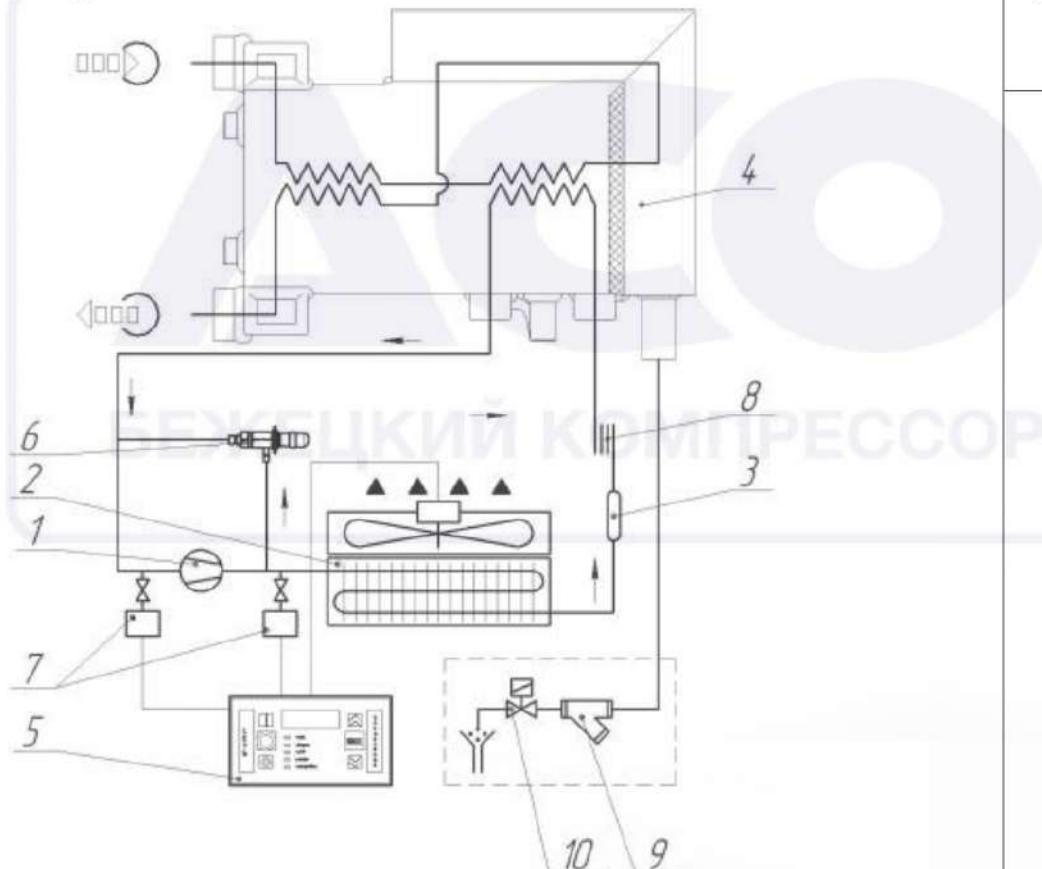

Рисунок 3 – Холодильный контур
4.1 Осушитель рис. 3 представляет собой конструкцию алюминиевого теплообменника, размещенного в блоке осушкиния 4. В первом контуре теплообменника из сжатого воздуха удаляется вода путем его охлаждения до температуры приблизительно +3°C и удаления образующегося при этом конденсата. С целью предотвращения образования конденсата на наружной поверхности трубопроводов системы циркуляции, обрабатываемый сжатый воздух перед выходом его из осушителя подвергается предварительному подогреву. Для этого он прогоняется через второй контур теплообменника.
4.1.1 Компрессор 1 (рис. 3) является активным элементом осушителя и обеспечивает циркуляцию хладагента по холодильному контуру за счет сжатия паров хладагента от давления кипения до давления конденсации.
4.1.3 Устройство слива конденсата предназначено для удаления конденсата образующегося при охлаждении сжатого воздуха в блоке осушки. Устройство состоит из электромагнитного клапана 10 (рис.3) и сантехнического фильтра 9 (рис 3). Сигнал на управление электромагнитным клапаном подается блоком автоматического управления 5.
4.1.4 Регулятор производительности 6 (рис. 3) перепускает часть горячего газа (из количества нагнетаемого газа компрессором) в трубку полости между испарителем и всасыванием компрессора, поддерживая постоянным значение температуры/давления кипения фреона около +2 °C. Такое перепускание газа полностью исключает образование льда внутри испарителя в полости сжатого воздуха при любых нагрузках.
4.1.7 Фильтр-осушитель 3 (рис. 3) размещается перед капиллярной трубкой, задерживает все технические загрязнения и пары влаги, исключая их циркуляцию и вступление в химические реакции